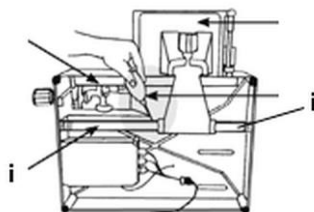

Fig. 16
3. Aplique um pouco de óleo de máquina nas extremidades de ambas as extremidades do eixo do carrinho (i) (fig.16).